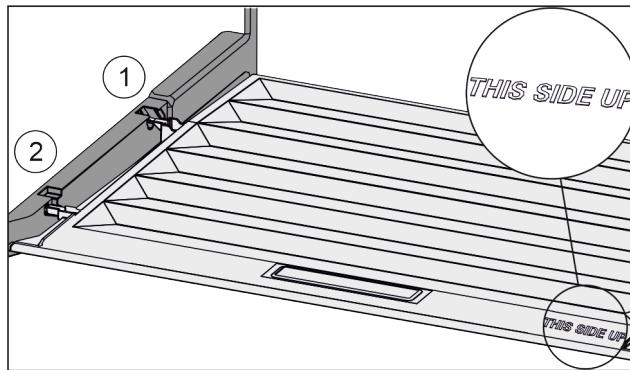

Fig. 84
- Výstupky víka zavedte do zadních držáků Fig. 84 (1) a vpředu zaklesněte do držáku Fig. 84 (2).